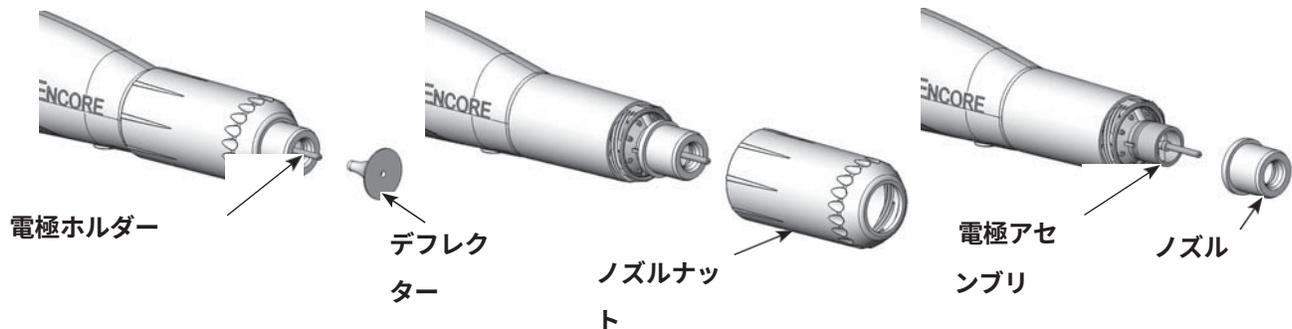

図 7 コニカルノズルの交換
2. 図 7 を参照してください。電極アセンブリからデフレクタをゆっくりと引き抜く。デフレクタのみをする場合は、電極ワイヤーを曲げないように注意しながら、新しいものを電極アセンブリに取り付けます。